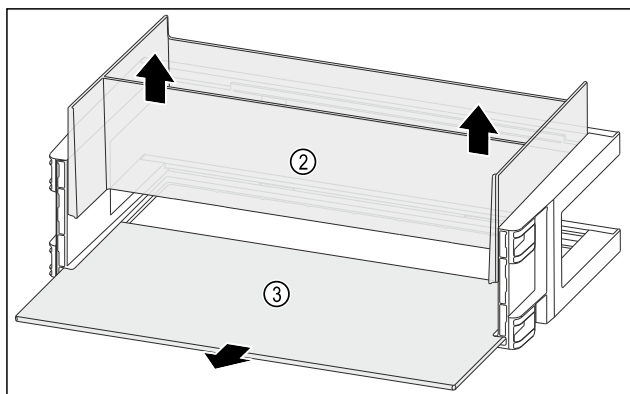

Fig. 123
- ▶ 朝上取出收纳盒 Fig. 123 (2)。
- ▶ 取出搁板 Fig. 123 (3)。